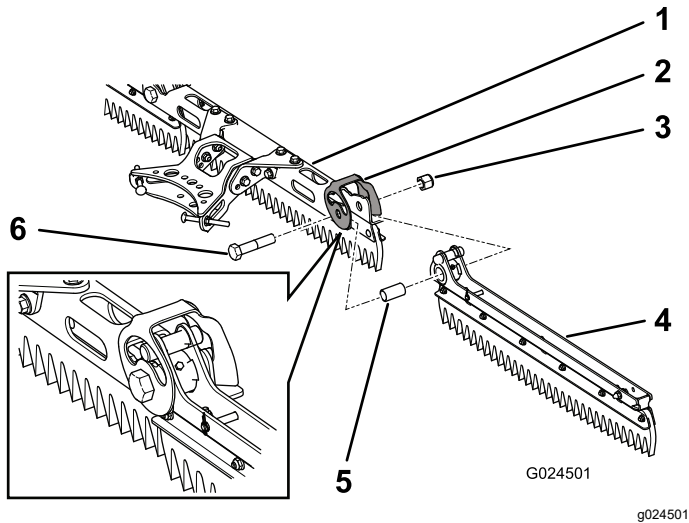

Figura 6
2. Introduzca un espaciador largo en el taladro de giro de cada conjunto lateral (Figura 6).
4. Alinee un protector de cable sobre el taladro de giro, y sujételos con un perno (3/4 x 3-1/2 pulgadas) y una contratuerca (3/4 pulgada), y apriete a 163–217 N·m; consulte Figura 6.
6. Alinee un protector de cable sobre el taladro de giro, y sujételos con un perno (3/4 x 3-1/2 pulgadas) y una contratuerca (3/4 pulgada), y apriete a 163–217 N·m; consulte Figura 6.